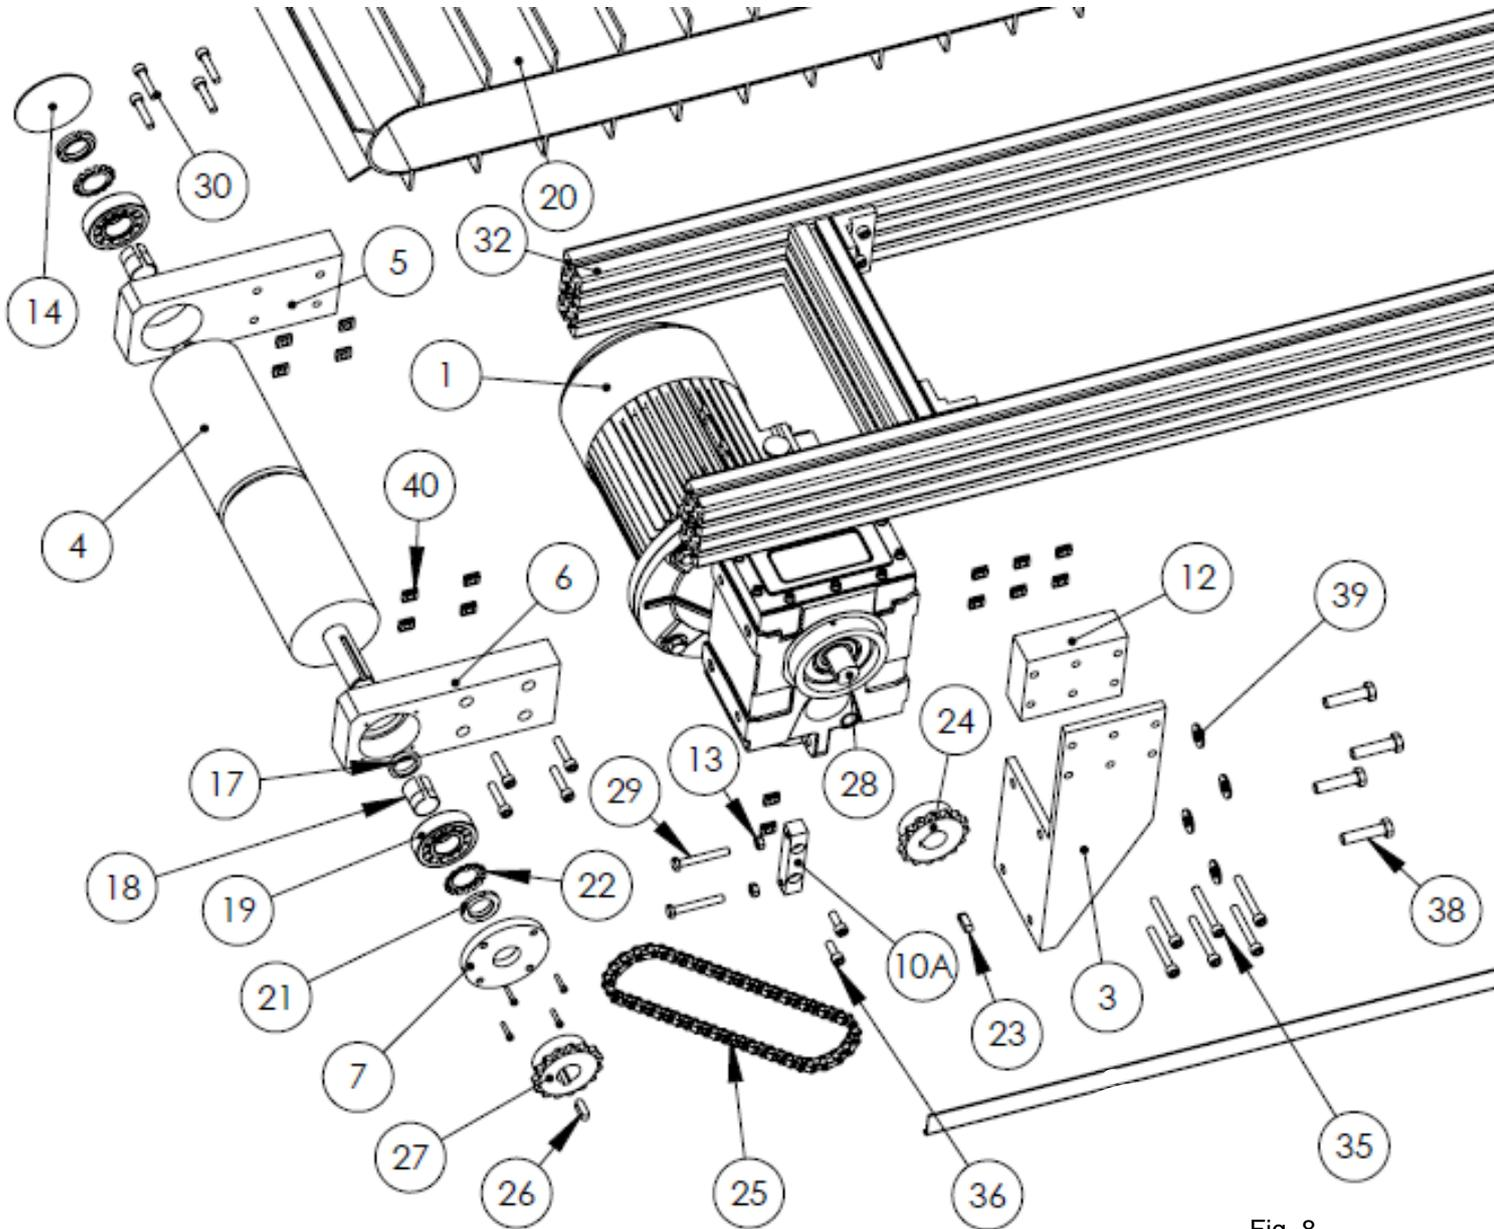

Fig. 8
**Q2-1** : Compléter les repères des pièces manquantes dans les bulles de l'éclaté ci-dessous (fig. 8).